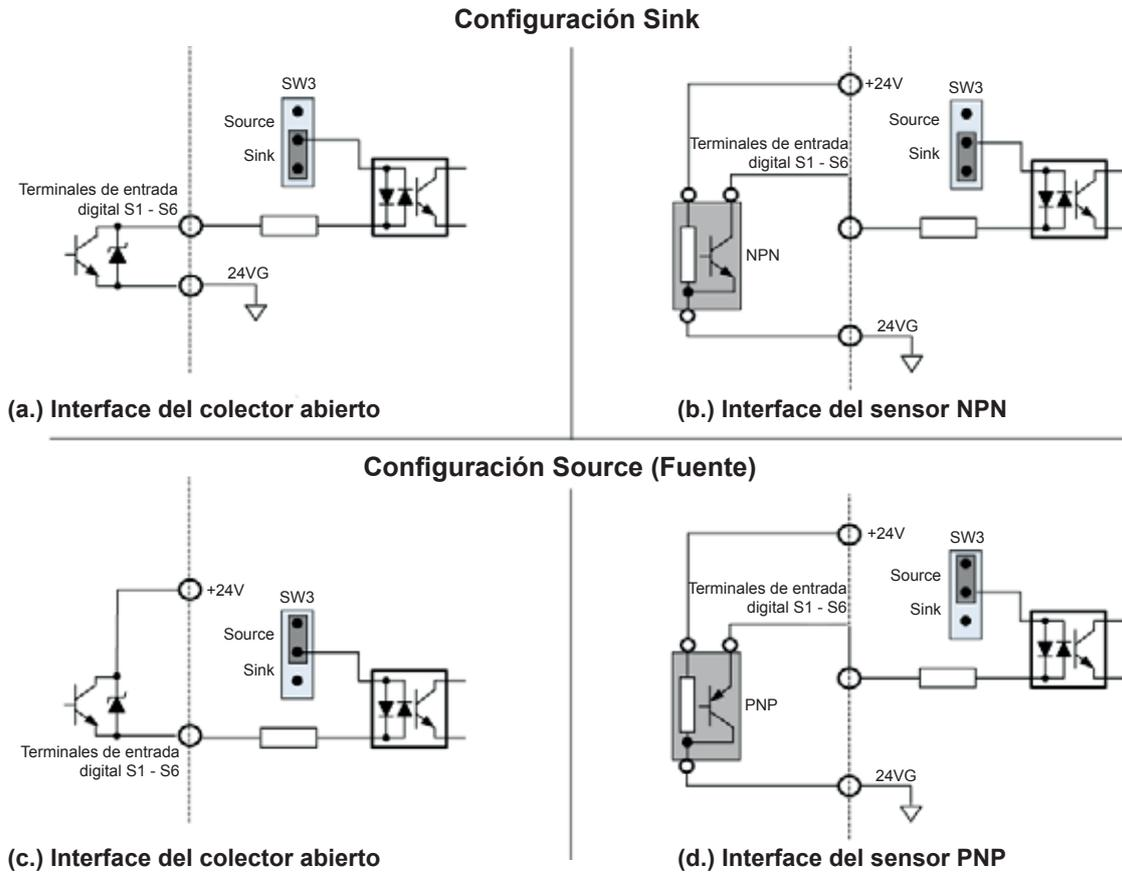

Fig. 3.17.2 Configuraciones Sink / Source
(4) En la Sección 3.8 los tableros de control a los que se hace referencia tienen un puente SW3 que puede seleccionar la entrada digital hacia las terminales ①- ⑥ para configurarlas a SINK o a SOURCE. La Fig. 3.17.2 (a.) – (d.) a continuación muestra ejemplos de las diferentes interfaces de SINK / Source.